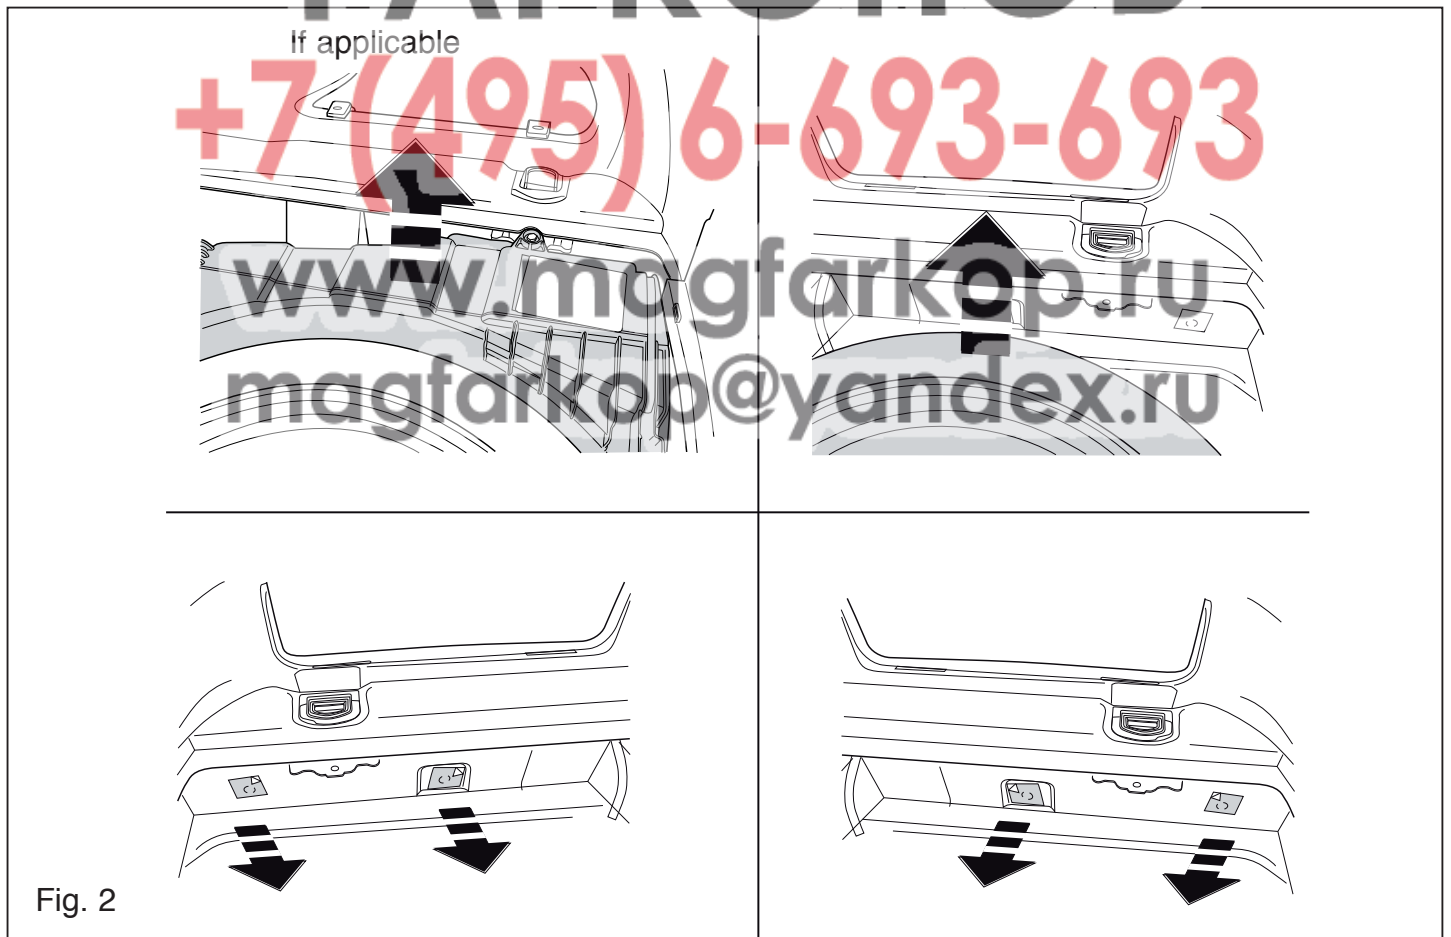

Fig. 2
4. Place sections A in the chassis members, attach these hand-tight onto See figure 2.
2. Clear the boot and floor. See figure 2.
2. Den Fußboden im Kofferraum frei machen. Siehe Abbildung 2.
3. Gegebenenfalls die Aufkleber bei den Befestigungspunkten entfernen. Siehe Abbildung 2.
2. Dégager le plancher du coffre. Voir la figure 2.
3. Le cas échéant les autocollants placés sur les points de fixation. Voir la figure 2.
2. Ryd bunden i bagagerummet. Se fig. 2.
3. Fjern evt. mærkaterne ved montagepunkterne. Se fig. 2.
2. Освободить дно багажного отсека. См. рисунок 2.
3. По мере необходимости, удалить наклейки на местах крепления. См. рисунок 2.